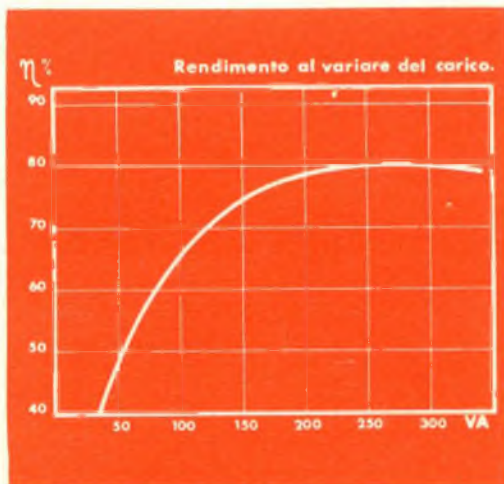

Fig. 3 - Il grafico si riferisce al mod. H/602.
g) Il rendimento, inteso come rapporto espresso in percentuale tra la potenza di ingresso e di uscita, viene influenzato oltre che dalle perdite proprie del trasformatore anche dalla potenza spesa per la commutazione dei transistori e della potenza dissipata nei transistori stessi. Il rendimento è massimo alla potenza massima di uscita; diminuisce per potenze di uscita inferiori. (Vedi fig. 3).